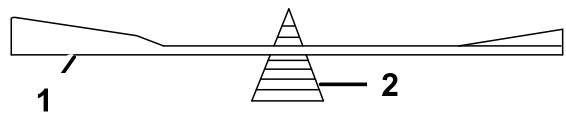

Figura 81
- Verifique el equilibrio de la cuchilla colocándola sobre un equilibrador de cuchillas (Figura 81).